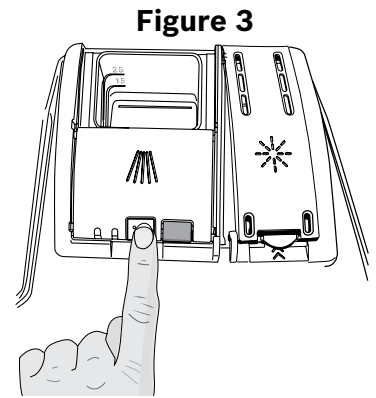

Figure 3
- Placez le doigt comme indiqué à la **Figure 3**.